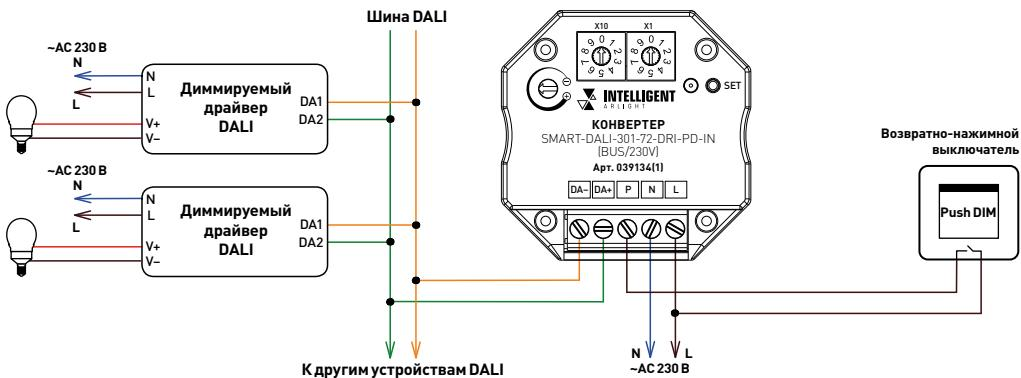

Рис. 2. Схема подключения конвертера
- 3.4. Подключите конвертер в соответствии со схемой на рис. 2.